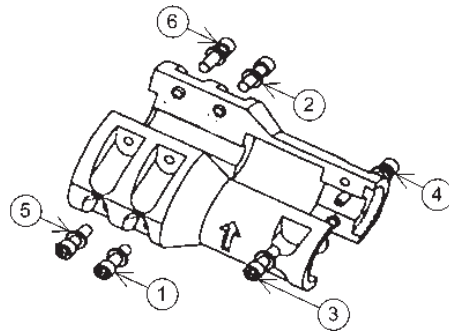

Figura 21: Acople del motor
1. Quite los (2) protectores de acople.
3. Desensamble el acople quitando los (6) tornillos de cabeza hueca. Quite el pasador de espiga en el eje de la bomba. Vea la Figura 21. Guarde los pernos y el pasador de espiga para el reensamblaje.